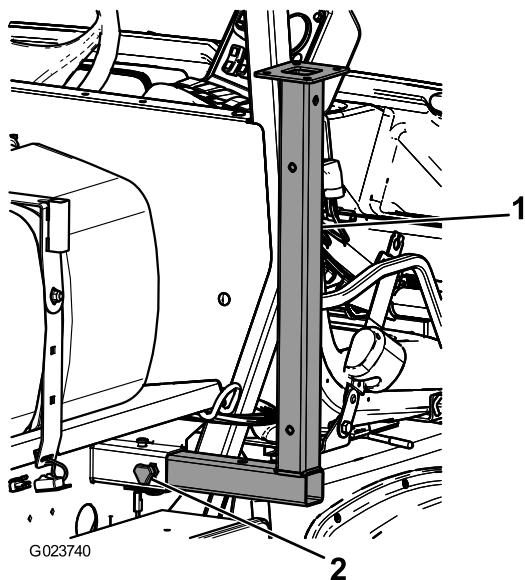

Figure 49
1. Insérez les pieds de support avant à l'envers près des points d'attache avant (Figure 49).